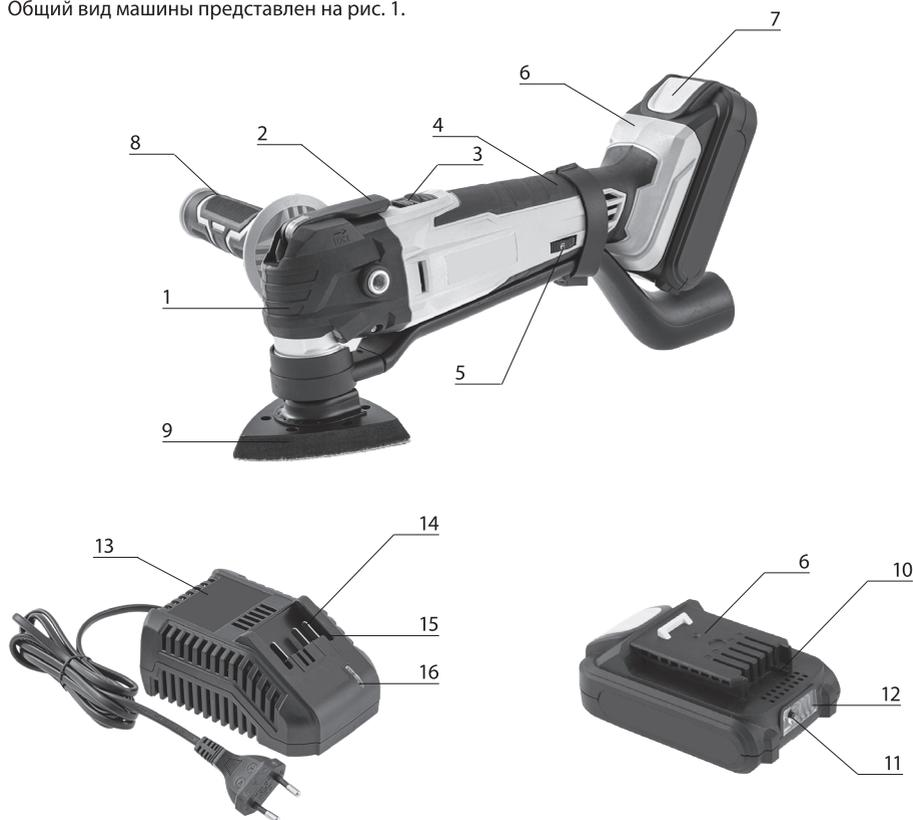

Рис. 1
Общий вид машины представлен на рис. 1.
Машина состоит из пластмассового корпуса, используемого в качестве основной рукоятки 4 (рис. 1), с расположенным в нем электродвигателем постоянного тока и исполнительного механизма, на выходном валу (шпинделе) которого устанавливается оснастка 9 (рис. 1). Машина снабжена быстродействующим механизмом фиксации оснастки, позволяющим без применения дополнительного инструмента проводить замену оснастки.
Механизм фиксации управляется рычагом 2 (рис. 1). На корпусе двигателя имеется клавиша 3 (рис. 1) включения двигателя, имеющая возможность фиксироваться во включенном положении, и регулятор частоты колебаний 5 (рис. 1). Корпус двигателя оканчивается разъемом для присоединения аккумуляторной батареи.
Аккумуляторная батарея оборудована индикатором остаточного заряда 12 (рис. 1), который включается с помощью кнопки 11 (рис. 1). Отключение индикатора происходит автоматически через 3...4 сек с момента нажатия на кнопку 11.
- Поднять рычаг 2 (рис. 1), выведя его из фиксатора, и повернуть на 120-140 градусов в направлении стрелки «UNLOCK», нанесенной на правой стороне корпуса, для открытия механизма фиксации оснастки.
- Убедитесь, что зубья венца шпинделя вошли в зацепление с пазами оснастки, и переместите рычаг 2 (рис. 1) в обратном направлении, при этом подвижная шайба механизма прижмет оснастку к зубчатому венцу, исключая ее смещение во время работы. Введите рычаг 2 (рис. 1) в фиксатор до щелчка.
Вкрутите рукоятку 8 (рис.1) в резьбовое отверстие корпуса редуктора в удобное для работы положение.
При использовании шлифовальной подошвы при необходимости установите пылеотводную трубку в положение, как показано на рис. 1. Пылеотводная трубка устанавливается до оснастки (шлифовальной подошвы) и закрепляется хомутом.
Перед снятием или установкой батареи, а также перед транспортировкой и хранением машины установите клавишу 3 (рис. 1) в положение «Выключено» во избежание случайного включения машины.
Для снятия батареи нажмите клавишу фиксатора 7 (рис. 1) и сдвиньте батарею по направляющим до полного отделения ее от корпуса машины.
Вставьте вилку кабеля питания зарядного устройства в розетку сети питания. Через 1...2 с индикатор 16 (рис. 1) зарядного устройства начнет светиться зеленым светом, что свидетельствует о готовности к работе. Установите заряжаемую батарею в направляющие зарядного устройства до упора, не прикладывая значительных усилий. Если аккумуляторная батарея не устанавливается на зарядное устройство без значительных усилий, проверьте соответствие зарядного устройства и аккумуляторной батареи по номинальному напряжению и модели. Если батарея разряжена или заряжена не полностью, индикатор зарядного устройства 16 (рис. 1) меняет цвет свечения с зеленого на красный, что свидетельствует об идущем процессе зарядки. Индикатор заряда батареи 12 (рис. 1) при этом будет мигать, отражая процесс зарядки. По достижении полного заряда батареи индикатор 16 (рис. 1) зарядного устройства переключится на зеленое свечение, индикатор на аккумуляторной батарее будет светиться, не мигая.
Уровень заряда аккумуляторной батареи можно оценить при помощи индикатора 12 (рис. 1), расположенного на корпусе батареи. Индикатор включается при нажатии на кнопку 11 (рис. 1) и отключается автоматически по истечении 3...4 с. Свечение трех элементов индикатора свидетельствует о полном заряде аккумулятора, одного – о заряде порядка 30% и скорой необходимости зарядить аккумулятор.
Для выключения двигателя машины переведите выключатель питания 3 (рис. 1) в положение «Включено» / «I», сдвинув его вперед по направлению к корпусу исполнительного механизма.
Для отключения двигателя машины отпустите клавишу выключателя 4 (рис. 1) или, если клавиша была зафиксирована, нажмите на ее заднюю ребристую часть.
Для регулировки частоты вибраций используйте регулятор 5 (рис. 1). Выбирайте частоту вибраций в зависимости от обрабатываемого материала и типа используемой оснастки. Учитывайте, что слишком большая частота вибраций может приводить к горению или оплавлению обрабатываемого материала. Оптимальная частота вибраций определяется опытным путем. Цифры, нанесенные на кольцо регулятора, отражают исключительно положение регулятора и не указывают на конкретную частоту вибраций, выраженную в единицах в минуту.